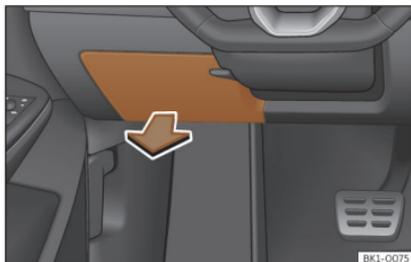

Fig. 151 En el tablero de instrumentos del lado del conductor: tapa de la caja de fusibles.
- Agarre la tapa por la parte trasera y retírela en el sentido de la flecha»» **fig. 151**.